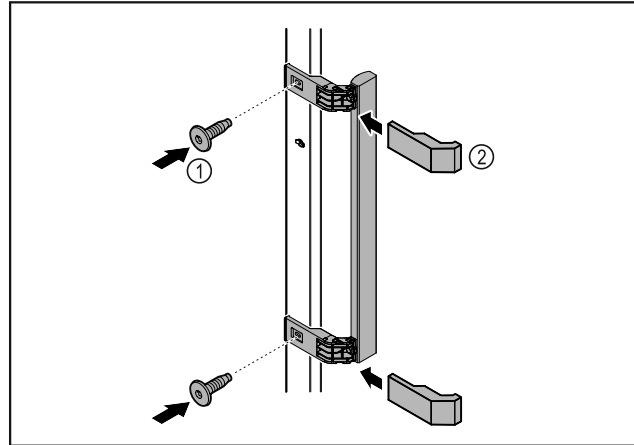

Fig. 9
- ▶ Fixer la poignée à la porte à l'aide des vis Fig. 9 (1) fournies.
- ▶ Poser les caches Fig. 9 (2).